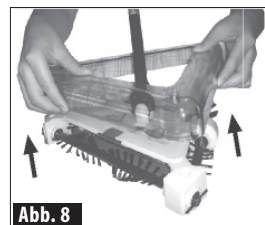

Abb. 8
- Dann heben Sie den „Getönten Außenkörperrahmen“ zum Herausnehmen über die Aluminiumstange. Die vier rotierenden Bürsten sind jetzt komplett freigelegt (siehe Abb.8)